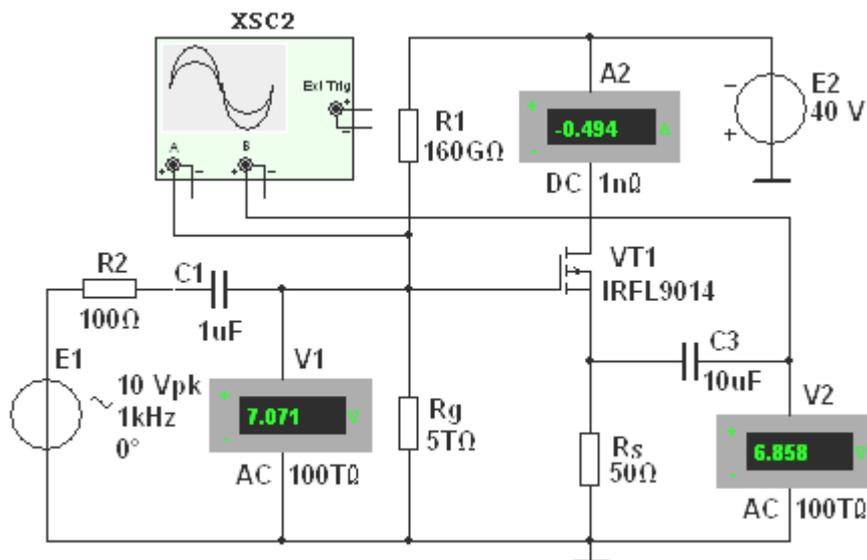

Рис. 1.13
Пункт 3) Задание 2. Собрать на рабочем поле среды MS10 схему для испытания истокового повторителя на полевом транзисторе (рис. 1.13) и установить параметры компонентов схемы
2.1. Схема истокового повторителя (рис. 1.13) собрана на полевом транзисторе с изолированным затвором и p -каналом типа **IRFL9014** с параметрами: $U_{C,max} = -40$ В; $I_{C,max} = -1,8$ А; $U_{з,нор} = -3,88$ В; $S = 1300$ мА/В. Резистор нагрузки **Rs** включен в цепь истока, а сток по переменной составляющей тока соединён с общей точкой **0** усилителя. Выходное напряжение $u_{вых}$ совпадает по фазе с входным напряжением $u_{вх}$, а его значение $u_{вых} \approx (0,9 \dots 0,99)u_{вх}$.